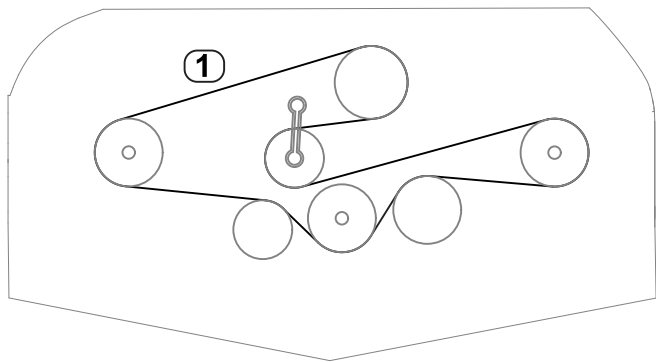

Figura 29
5. Folosind o cheie dinamometrică sau o unealtă similară pentru a susține fulia rolei de ghidare, direcționați curea nouă în jurul fuliilor axului i al fuliei rolei de ghidare, așa cum se arată în Figura 29.